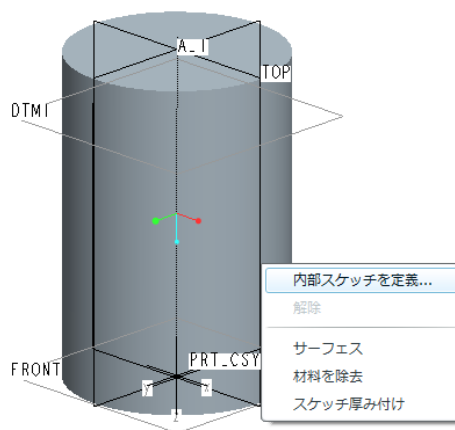

図 13-7 内部スケッチ選択
- ・「押し出しツール」を選択、さらに図形上で右クリックをして「内部スケッチ」を選択。（図 13-7）